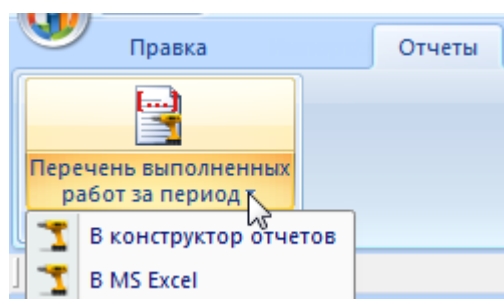

Рис. 27-28 – Вкладка «Отчеты»
- 3) Нажать кнопку с наименованием отчета. При нажатии на нижнюю часть кнопки открывается выпадающее меню с возможностью выбора вида отображения отчета – в конструкторе отчетов или в формате Excel (рис. 27-28).